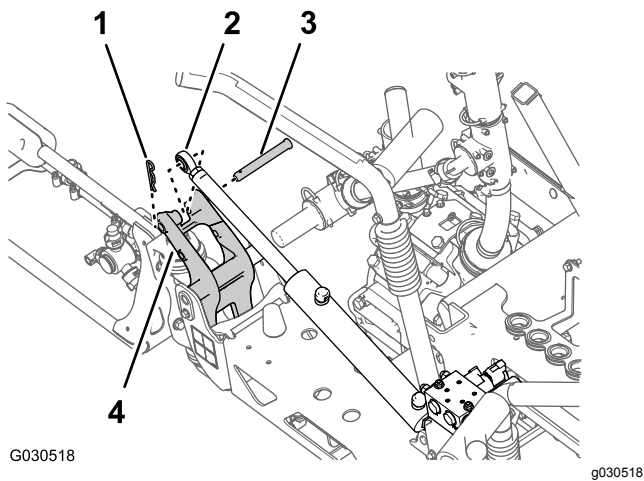

图 72
3. 取出将提升油缸的杆头固定到枢轴支架的发卡销和柱销图 72。